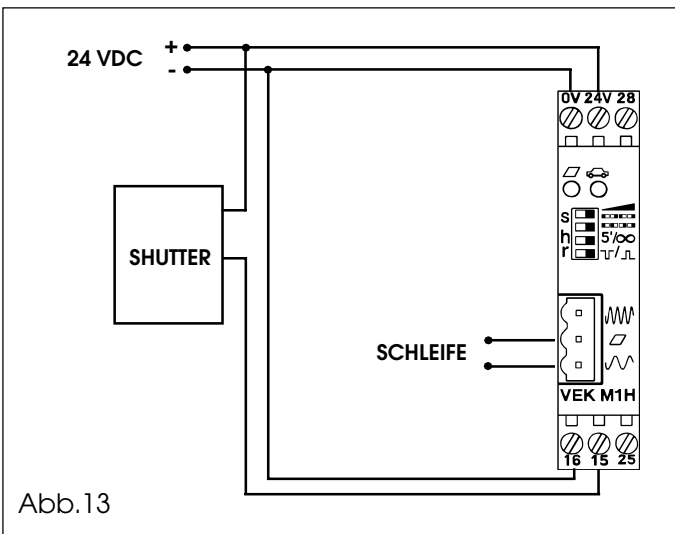

Abb.13
- Der Parkbereich sollte über einen eigenen Durchgang für Fußgänger verfügen. Sollte dies nicht möglich sein, so ist die Installation eines mit dem Balken geschalteten Photozellenpaars, wie in Abb. 13 gezeigt, empfehlenswert. Für diese Anwendung ist die Verwendung der Karte FSW (nur auf den Schranken vom Typ 620-640) erforderlich, die den Schrankenbalken bei Aktivierung der Photozellen blockiert und bei Deaktivierung schließt. So kann die vollständige Öffnung des Balkens, der die Ausfahrt von Benutzern auch ohne Münze ermöglichen würde, verhindert werden.
Eine Versorgung mit 24 V DC bereitstellen und die Anschlüsse, wie in Abb. 13 gezeigt, ausführen.